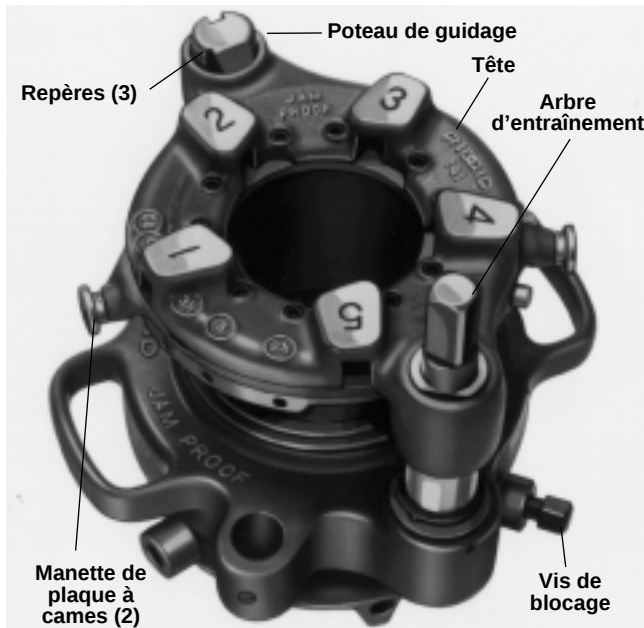

Figure 13 – Fileteuse démultipliée N° 141 avec arbre d'entraînement vers le haut (idem fileteuse N° 161)
- Tirez sur les manettes de la plaque à cames (*Figure 13*), puis tournez la plaque à cames jusqu'au repère
Tenez le porte-pièce et tournez soit le carré de l'arbre d'entraînement ou le boîtier d'engrenages à la main jusqu'aux repères correspondants du poteau de guidage (Figure 13).
2. Tirez sur les manettes (Figure 13) et tournez la plaque à cames jusqu'au repère CD qui se trouve en partie haute de la tête de filière.
8. Serrez la vis de blocage du porte-pièce (Figure 13) à l'aide de la clé à douille.
9. Engagez la douille carrée de l'arbre d'entraînement universel n° 840 sur le carré de l'arbre d'entraînement de la fileteuse et serrez les deux (2) vis de blocage.
141 et 161 – Appuyez sur la pédale de commande et ramenez la fileteuse d'un ou deux tours. Tirez sur les manettes (Figure 13), puis tournez la plaque à cames aussi loin que possible en direction du repère CD de la tête afin de désengager les filières.
141 et 161 – Desserrez la vis de blocage des mâchoires (Figure 13) et tournez le porte-pièce à la position OPEN (ouverte). Retirez la fileteuse.